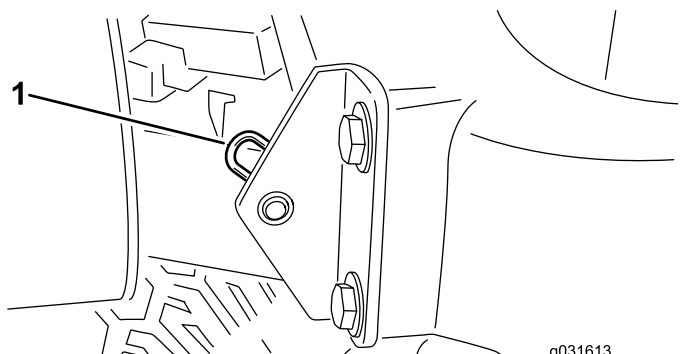

Рисунок 38
2. Снимите игольчатый шплинт крепления оси поворота капота к монтажным кронштейнам (Рисунок 38).